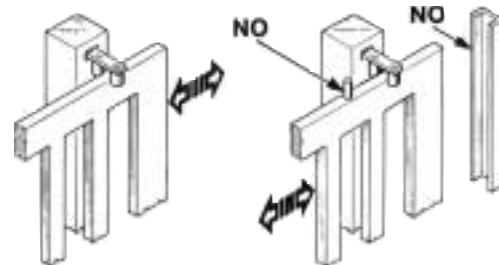

Fig. 3
- Le colonne del cancello devono avere superiormente delle guide antideragliamento (Fig. 3) per evitare involontari sganciamenti.